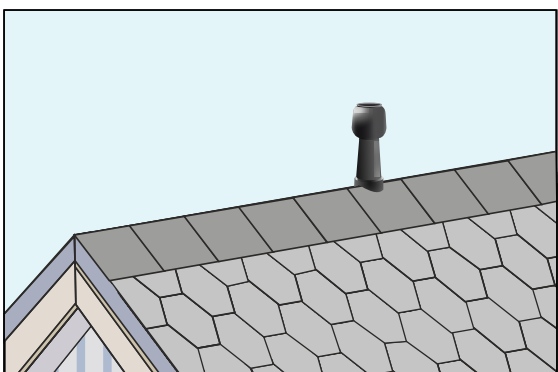

Рис. 34
- Вариант 3 (С использованием заводского конькового вентилятора (рис.34))